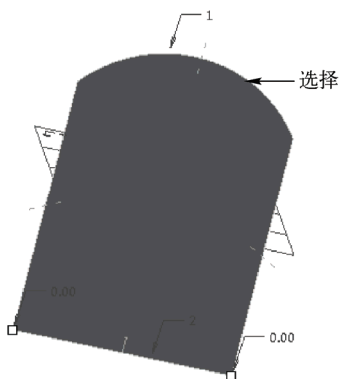

图 9-5 选择曲线二
STEP 05 在“造型：曲面”选项卡上选择“单击此处添加项”选项，按住〈Ctrl〉键的同时，在模型上依次选择上方和下方的曲线，如图 9-5 所示。